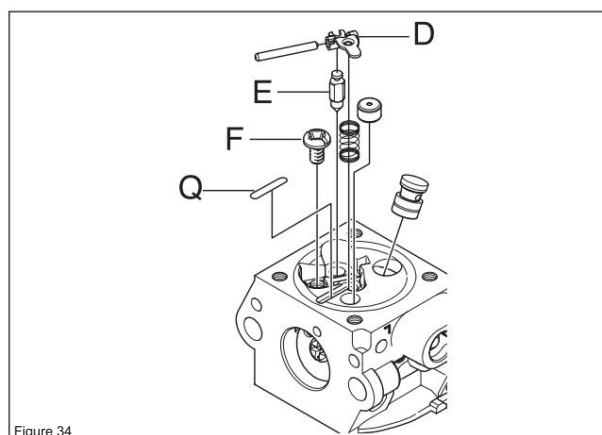

Figure 34
5. Montez la soupape à pointeau (E) avec le levier (D), la goupille et le ressort et serrez la vis (F). Monter le bouchon welch (Q) (voir figure 34).